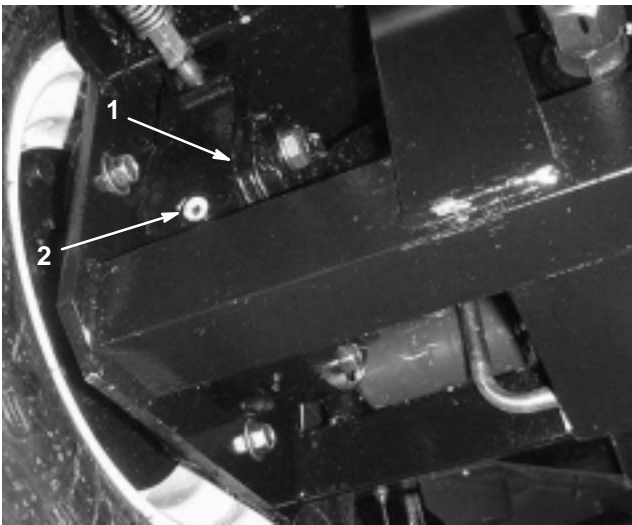

Figure 7
2. Enlevez le bouchon du train planétaire (Fig. 6) et vérifiez le bouchon à l'arrière du frein (Fig. 7). L'huile doit atteindre la base de l'orifice du bouchon de contrôle.